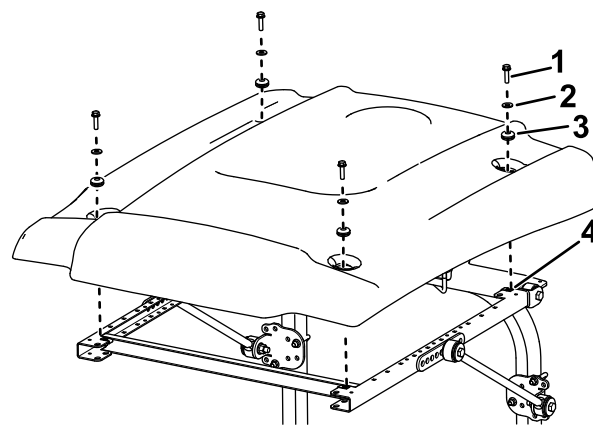

Figura 21
16. Ao alinhar os furos de montagem, posicione o toldo na estrutura como se mostra na Figura 21.
17. Monte, sem apertar completamente, cada canto do toldo na estrutura com um parafuso de cabeça flangeada (5/16 x 1 pol.), uma anilha pequena e um olhal (Figura 21).